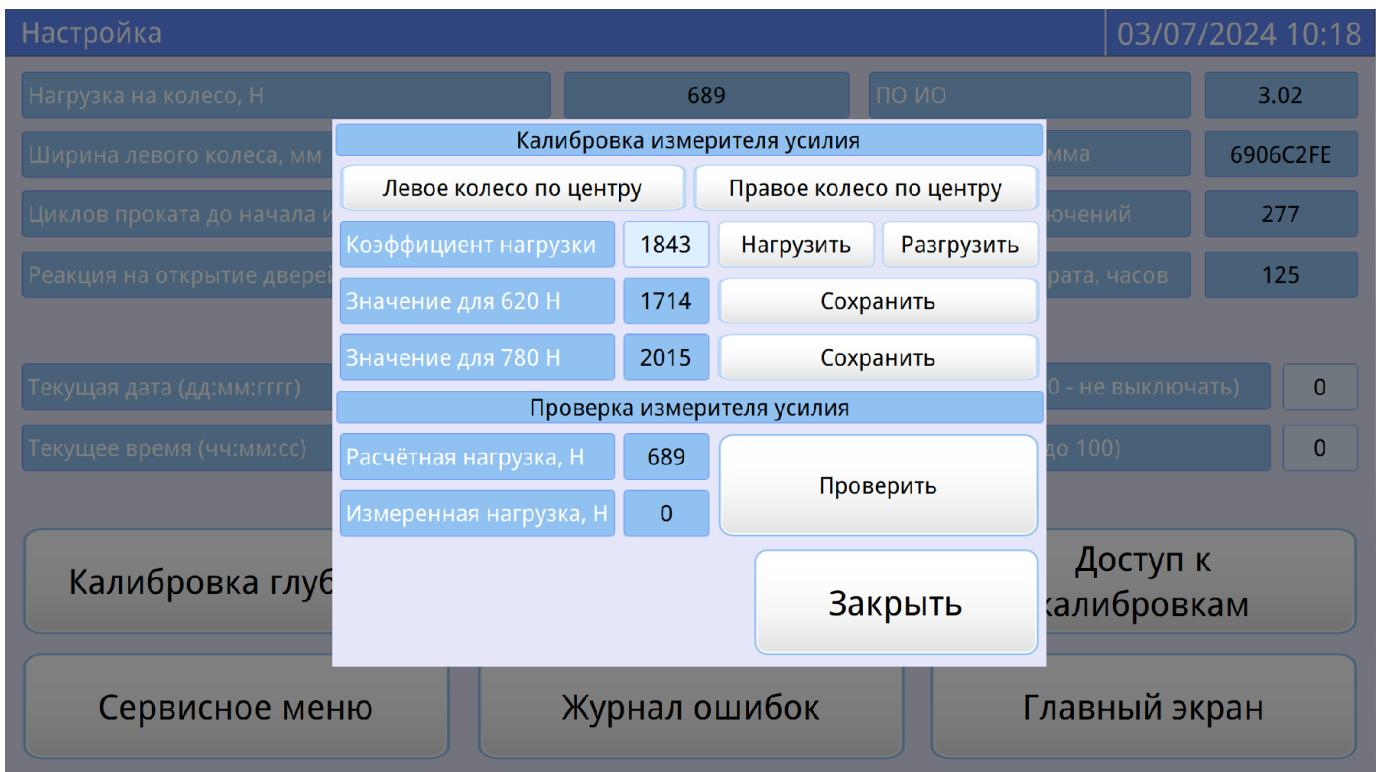

Рисунок 21 – Окно «Калибровка измерителя усилия»
5.8.4 Нажать кнопку [Калибровка усилия]. При этом откроется окно «Калибровка измерителя усилия» (см. рисунок 21).
5.8.9.1 Нажать кнопку [Калибровка усилия]. При этом откроется окно «Калибровка измерителя усилия» (см. рисунок 21).